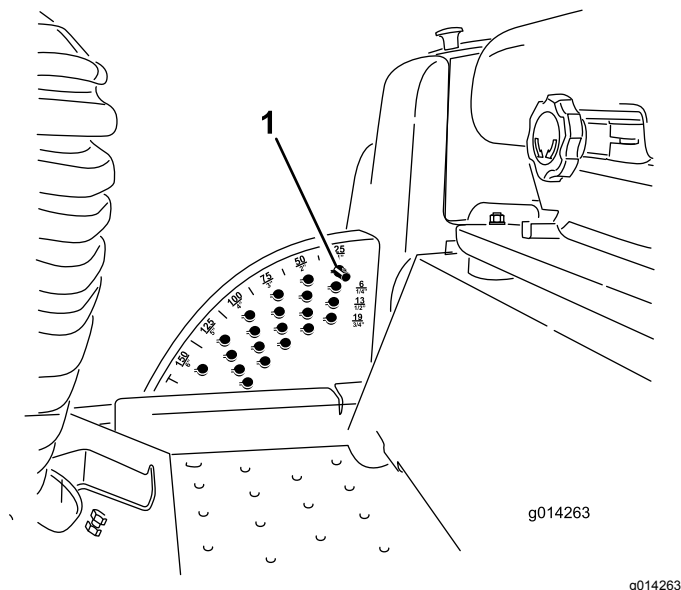

Figura 2
3. Annotate la posizione del perno dell'altezza di taglio sulla relativa staffa per il rimontaggio (Figura 2). Togliete il perno dell'altezza di taglio dalla relativa staffa.